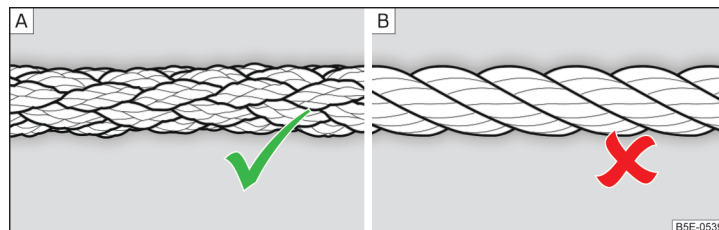

Fig. 158 **Cablul de tractare împletit/cablul de tractare înfășurat**
Pentru tractarea cu ajutorul unui cablu de tractare, folosiți numai un cablu din fibre sintetice » fig. 158 - **A** » .
- La tractare nu utilizați cablu de tractare înfășurat » fig. 158 - B, cârligul de tractare s-ar putea desface la autovehicul - există pericol de accident.